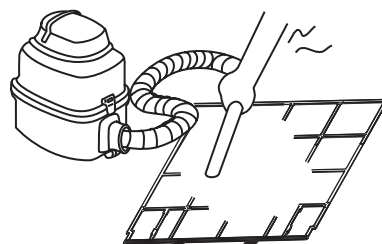

Рисунок 6-2
- Во время чистки пылесосом приточная сторона фильтра должна быть направлена вверх. (См. Рисунок 6-2).